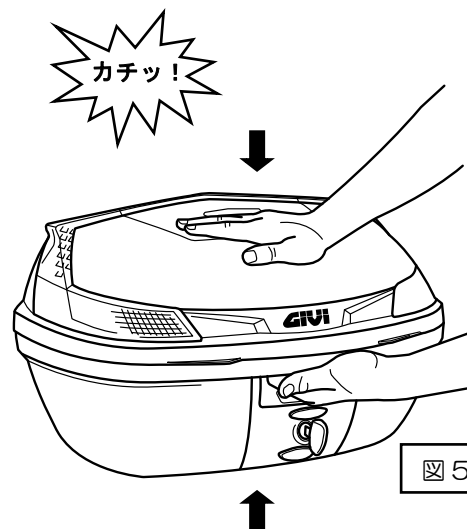

図 5
3. ① ケース を 閉 じ る
3-1. ① ケース の フタ を 閉 め ます。(図 5 参 照)